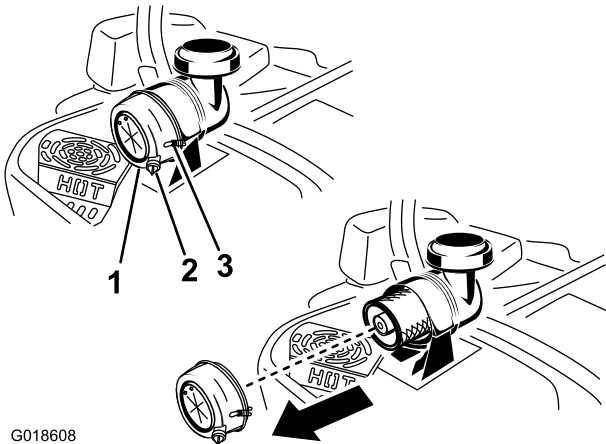

Figura 15
- 1. Abra os 2 fechos que fixam a cobertura do filtro de ar ao compartimento do filtro de ar (Figura 15).
2. Prenda os trincos (Figura 15).